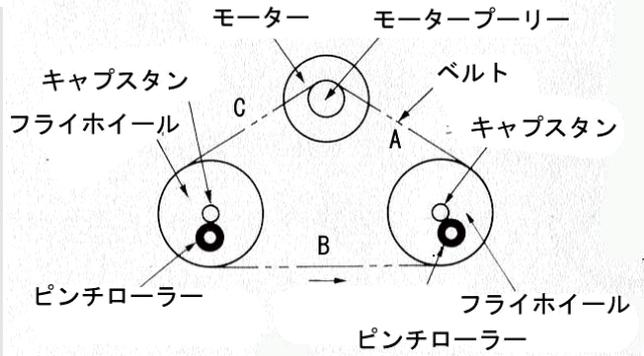

図58-4 2000シリーズのキャプスタン駆動
(3) HiFi用としてはユニークな機構、ワン・モーター、ツー(ツインともいう)キャプスタン方式を採用している(図58-4、詳細は後述)。
2 キャプスタン式では、テープが左から右に動く場合、主として右側のキャプスタンでテープを駆動し、左側のキャプスタンはわずかに回転を遅らせてテープに張力を与えている。普通ピンチローラーのキャプスタンに対する圧着力を変えるか、キャプスタンの軸径を変えている。これでリバース再生を行おうとすると、左右キャプスタンとピンチローラーの条件を切り変えなければならない。アンペックスは左右キャプスタンの径もピンチローラーの圧着も同じにし、図 58-4 に示すよう、1 本の細いベルト(シリコンラバー)でモータープリーとそれぞれキャ